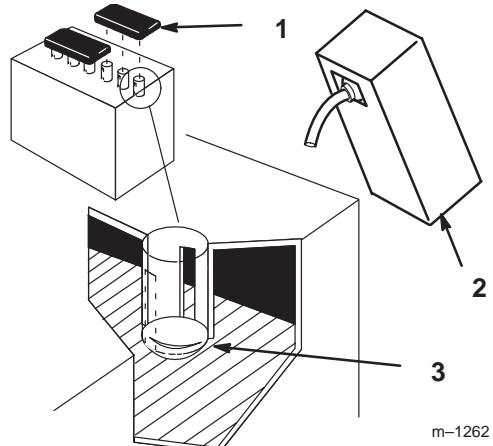

Figure 5
2. Enlever les bouchons de remplissage de la batterie et remplir lentement chaque élément jusqu'à ce que l'électrolyte atteigne le bas du tube (Fig. 5).
5. Rajouter lentement de l'électrolyte dans chaque cellule pour ramener le niveau jusqu'à la base du tube, puis replacer les bouchons de remplissage (Fig. 5).